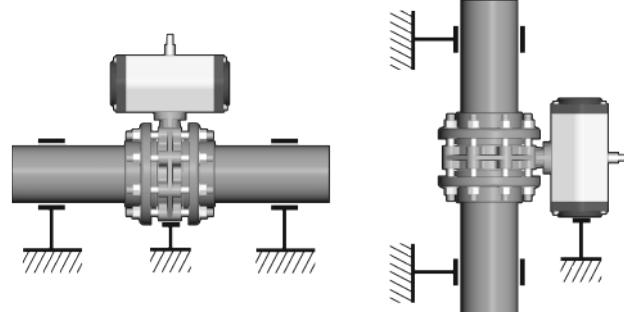

Fig. 1
- Le valvole motorizzate devono essere adeguatamente supportate (Fig. 1).
- The actuated valves should be properly installed (Fig. 1).
- Pour les vannes avec actionneurs en grands diamètres prévoirs un supportage de la vanne sur la canalisation (Fig. 1).
- Medium nicht verunreinigt senkrecht Angetriebene Klappen sollten, wenn nicht anders angegeben, mit dem Antrieb senkrecht über der Klappe eingebaut werden (Fig. 1).